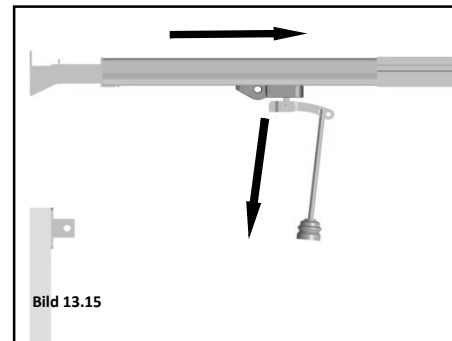

Bild 13.15
- 5.12. Montieren Sie den Tornitnehmer mit oder ohne gebogener Verlängerung unter Verwendung der Befestigungselemente H5, H6, H3 und H4. (**Bild 13.15 bis 13.19**)
Um den Tornitnehmer zu entriegeln, ziehen Sie an der Kordel und schieben Sie ihn in Richtung Antrieb (**Bild 13.15 und 13.19**)